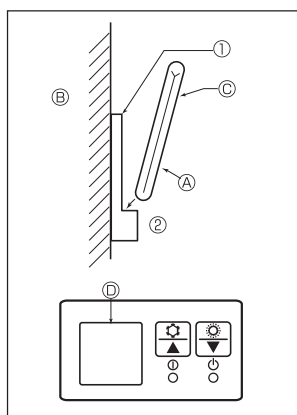
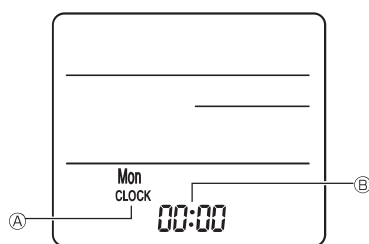

Fig. 6-7
Fig. 6-8
2) Méthode d'installation (Fig. 6-7)
① Attachez le support de la télécommande à l'endroit voulu à l'aide de 2 vis à taraud.
② Mettez la partie inférieure de la télécommande dans le support.
③ Télécommande ④ Mur ⑤ Afficheur ⑥ Récepteur
3) Réglage (Réglage de l'horloge) (Fig. 6-8)
① Insérez les piles ou appuyez sur la touche **CLOCK** à l'aide d'un objet pointu. [CLOCK] (HORLOGE) ② et **⏮** ③ clignotent.
② Appuyez sur la touche de réinitialisation **RESET** à l'aide d'un objet pointu.
③ Appuyez sur les touches de réglage **⏮** **⏭** pour régler l'heure.